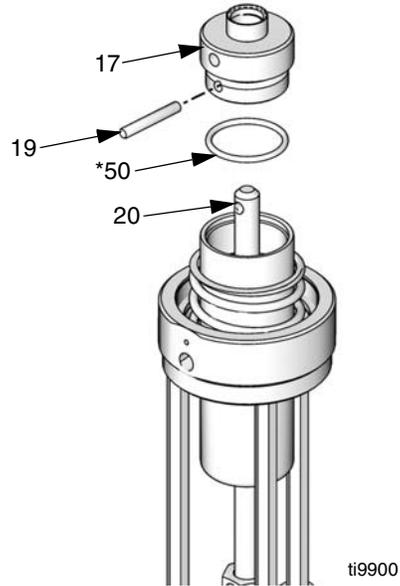

FIG. 15
- Sólo motores neumáticos serie B:* Retire el pasador de posicionamiento (19) y quite el capuchón del pistón (17) del eje de transferencia (20). Retire la junta tórica (50\*) del capuchón del pistón. Inspeccione todas las piezas en busca de daños. Vea la FIG. 15.